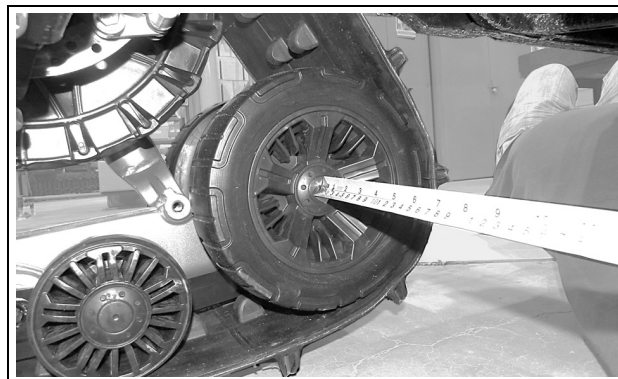

Figure 25
**Mesure B :** Mesurer la distance entre les pneus Ø241 mm arrière intérieurs des systèmes de traction avant. Voir les figures 25, 26 et 27.